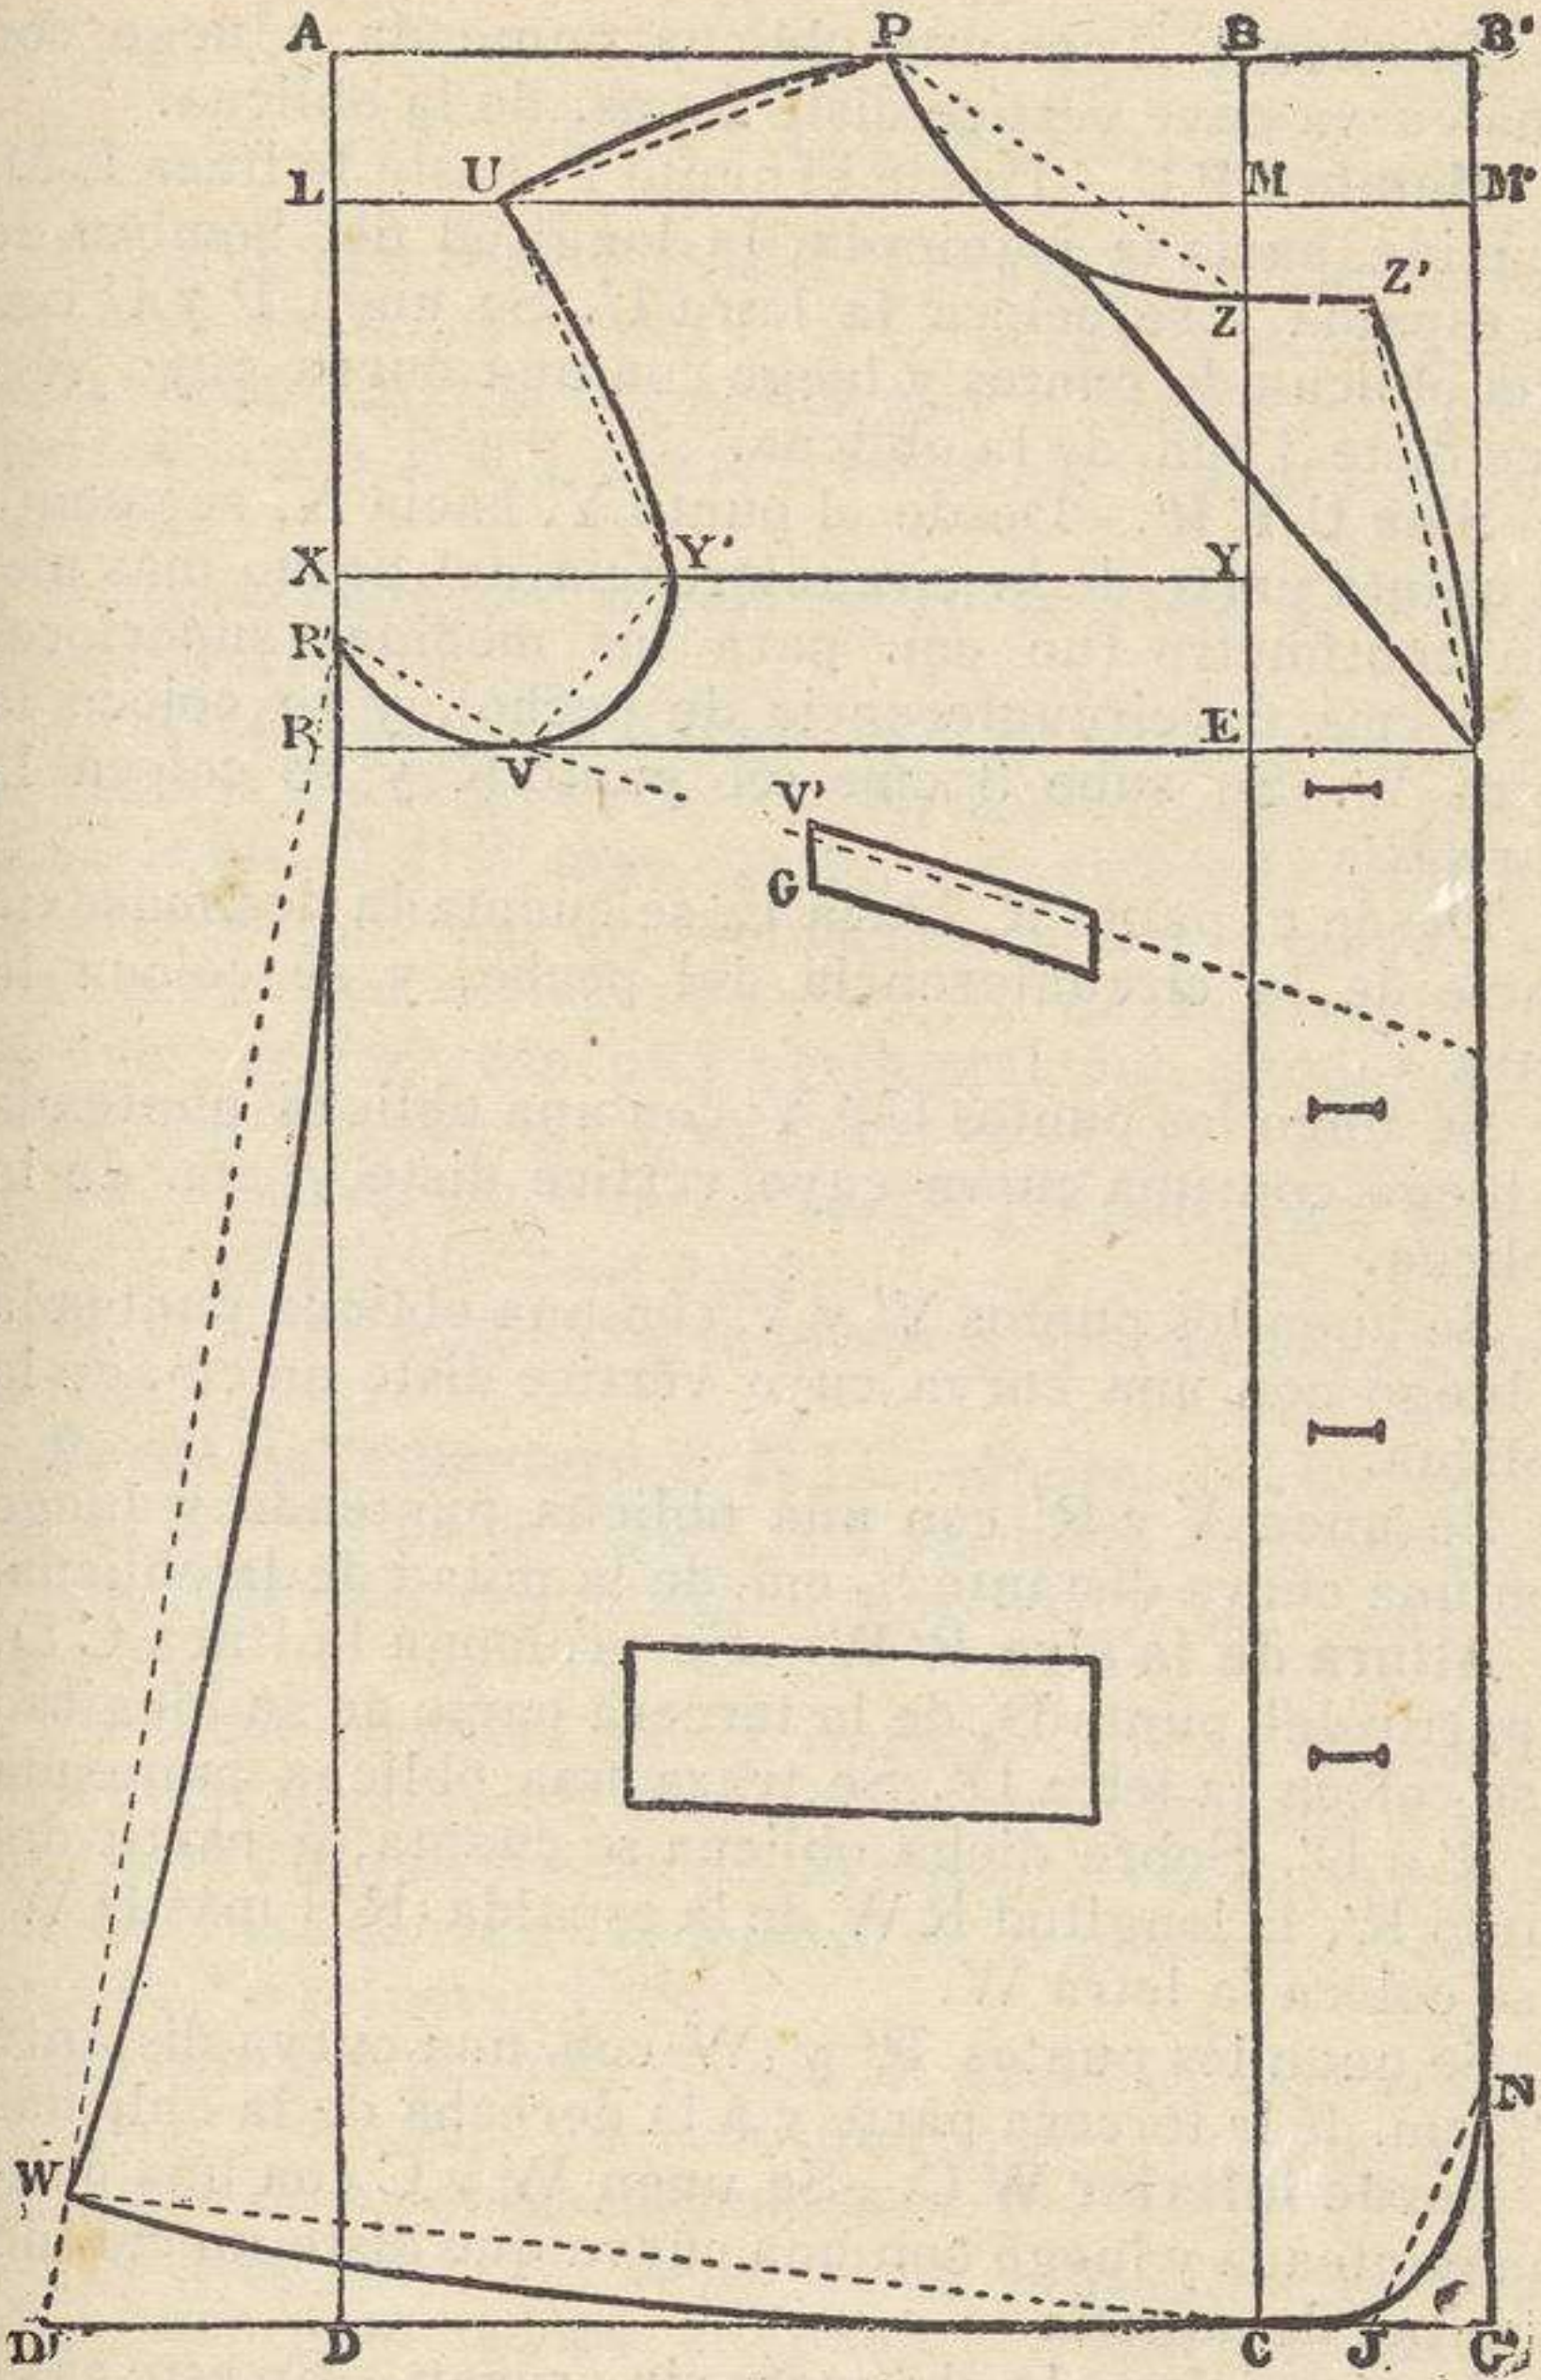

Fig. 73 ( $\frac{1}{5}$  del tamaño real).—Delantero de la chaqueta.
**Rectángulo ABCD.**—Se traza un rectángulo ABCD (fig. 73) cuyo largo sea la segunda longitud de la espalda más 4 cms., y cuyo ancho sea el exceso entre el medio ancho de la espalda y la media circunferencia de pecho más un cm. (2 para las medidas superiores á 80 cms. de circunferencia de pecho).
Aunque, según la fig. 73, el delantero de esta blusa parece hecho para el lado derecho, en realidad está